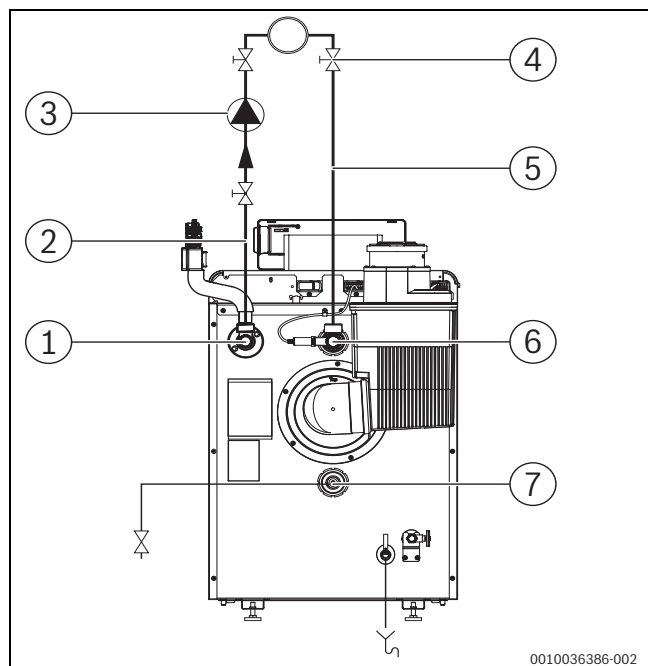

Bild 19 Anschlussschema Hydraulik (dargestellt OC8800i F 19/25)
- Ausdehnungsgefäß am T-Stück des Rücklaufs anschließen (→ Bild 19, [3], Seite 20).